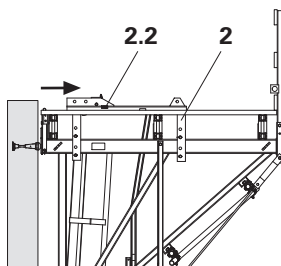

Fig. B2.05
1. Recuar o carro CB 240 (2) e travar com cunha (2.2). (Fig. B2.05)